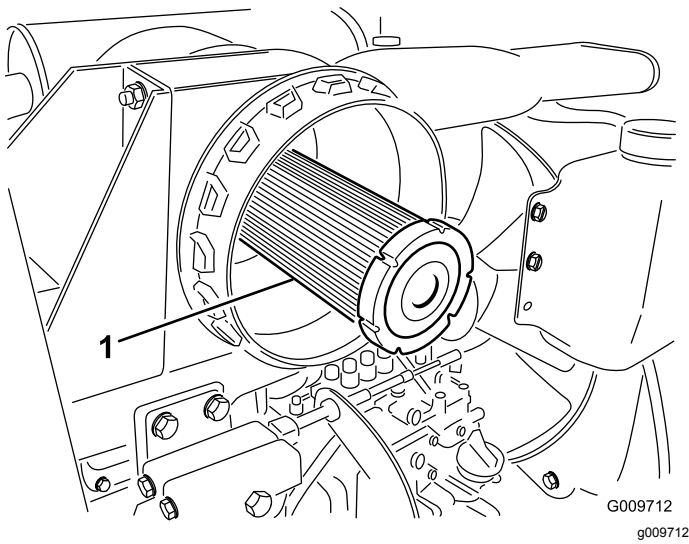

Figure 77
**Important:** N'essayez jamais de nettoyer l'élément de sécurité (Figure 77). Remplacez l'élément filtrant de sécurité une fois sur trois, quand vous effectuez l'entretien du préfiltre.